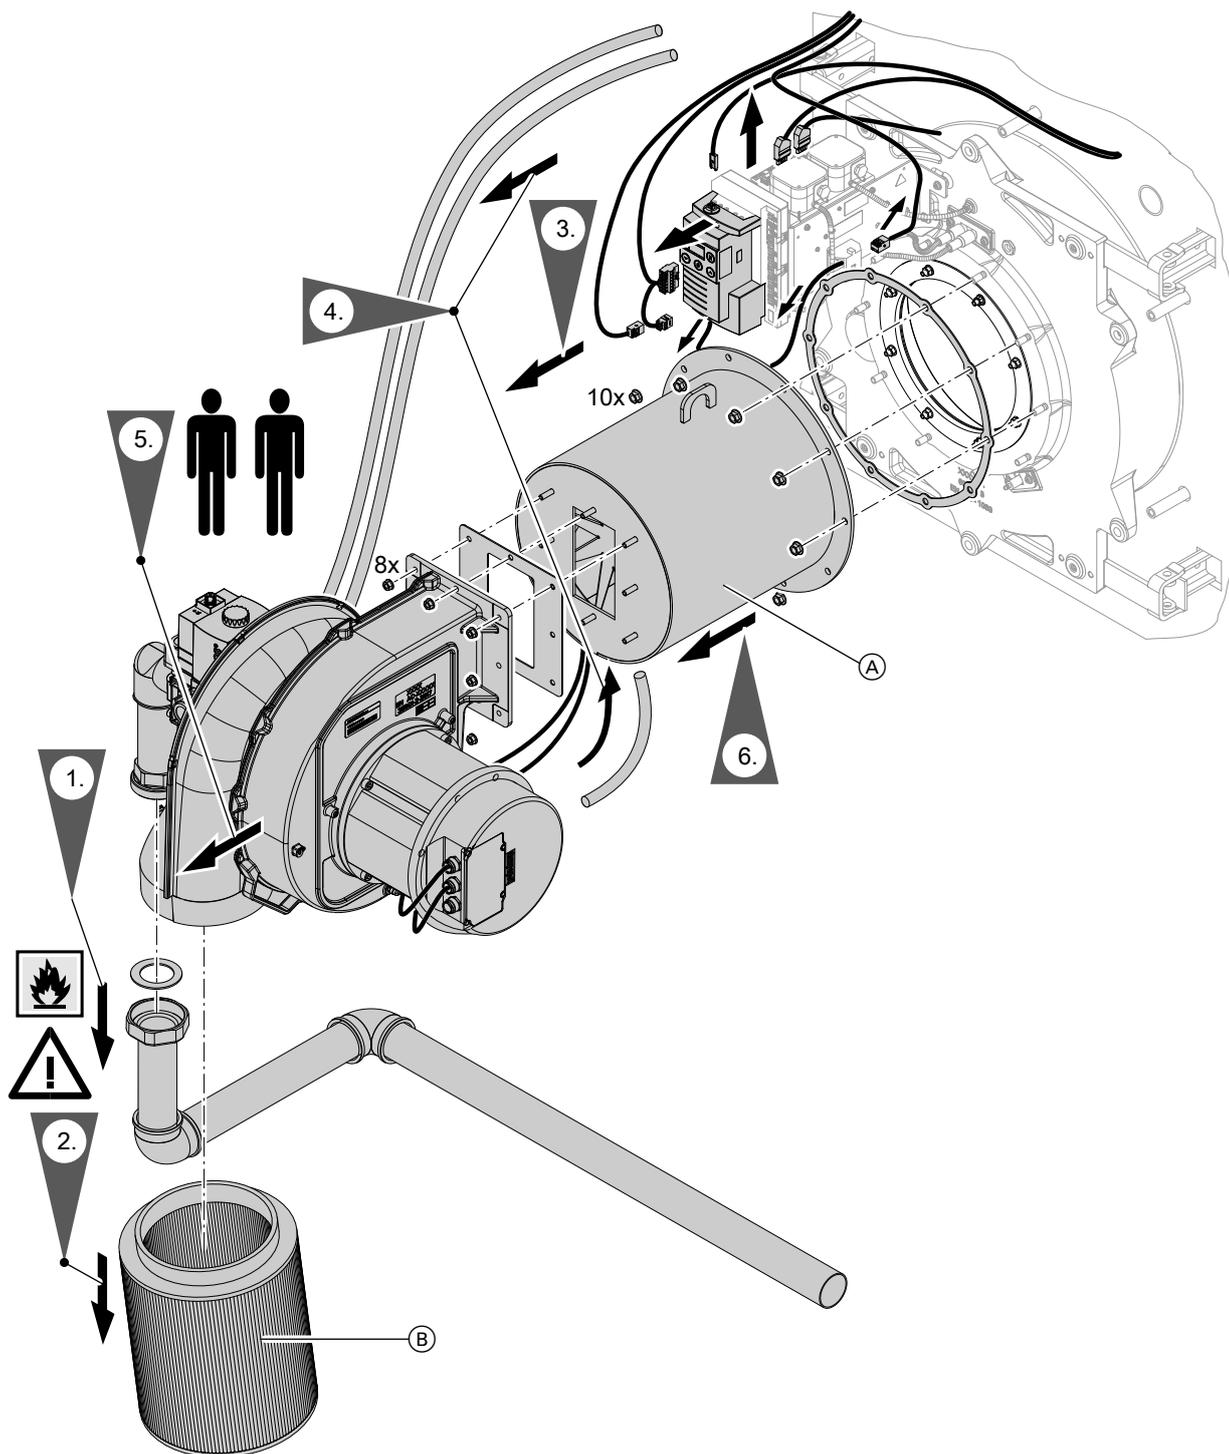

Abb. 13
1. Luftfilter vom Gebläse abziehen. Siehe © in Abb. 13.
Brenner in umgekehrter Reihenfolge zu Abb. 13 wieder zusammenbauen.